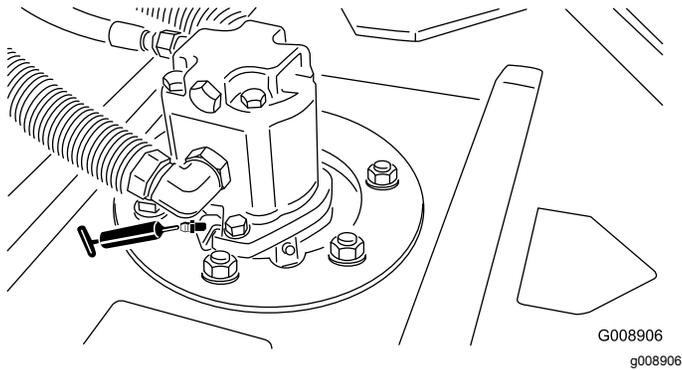

Figura 39
- Cojinetes de los ejes de las unidades de corte (2 por unidad de corte) (Figura 39)